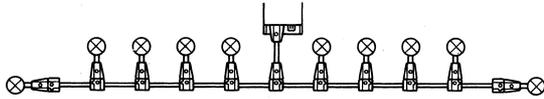
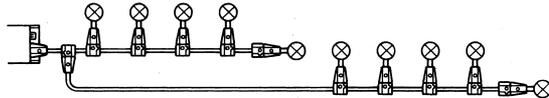

Abb. A 2
Abb. A 3
- Evite las cadenas largas y, si es preciso (Fig. A 3), haga remificaciones en el cable de instalación (Fig. A 2)